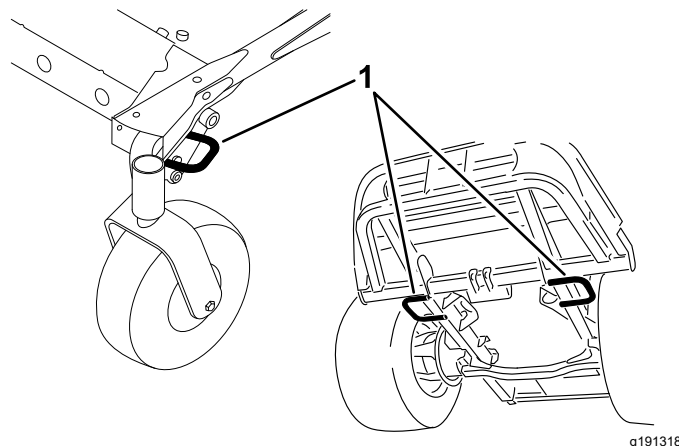

Figura 66
5. Utilice los puntos de amarre de la máquina para sujetarla firmemente al remolque o al camión con correas, cadenas, cables o cuerdas (Figura 66).